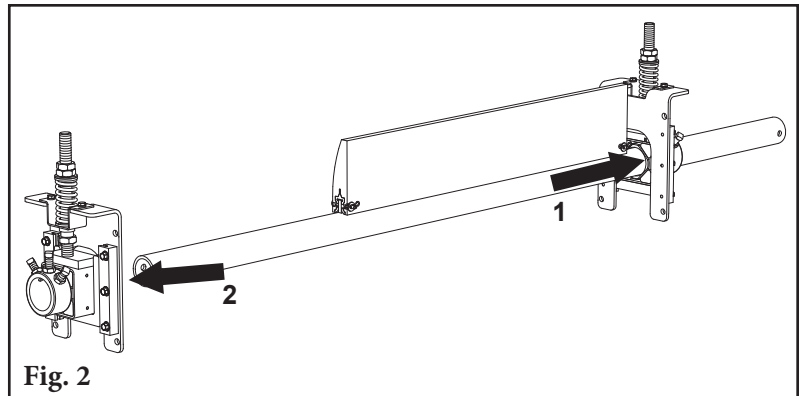

Fig. 2
- Instale de nuevo el eje y el tensor.** (Si no lo quitó, pase al Paso 3). Deslice el eje en el tensor ya colocado (Fig. 2). Coloque de nuevo el tensor SST XD/SAT XD utilizando las marcas que hizo en el Paso 1c (Fig.2).